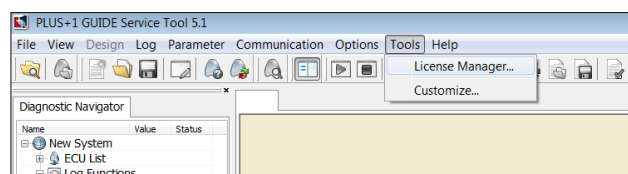

Figure 12. Gestionnaire de licence WST
8. Cliquez sur « Outils ». Dans le menu déroulant, cliquez sur « Gestionnaire de licence » (Figure 12).